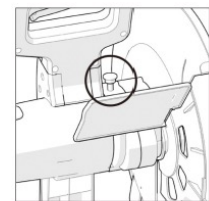

Fig. 3
- Tryk på spindellåseknappen for at aktivere spindellåsen (fig. 3)